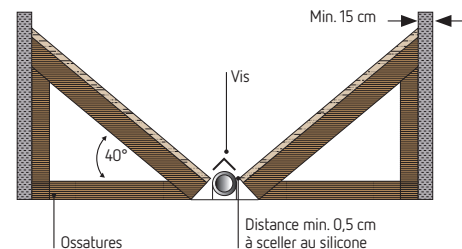

Fig.3
- **Une inclinaison dans le silo est nécessaire** pour faciliter l'écoulement des granulés vers la vis d'extraction. Minimum requis : 40° d'inclinaison. Le revêtement intérieur du silo doit être lisse. (fig. 3)
- **Les mécanismes d'extraction** du silo (moteur, vis, tubes) **doivent être isolés de la structure du silo et des cloisons** (isolation phonique). Le plan incliné ne doit pas non plus être en contact avec la vis. Cela évite que le bruit émis par le fonctionnement de la vis ne résonne dans toute l'habitation. (fig. 3)